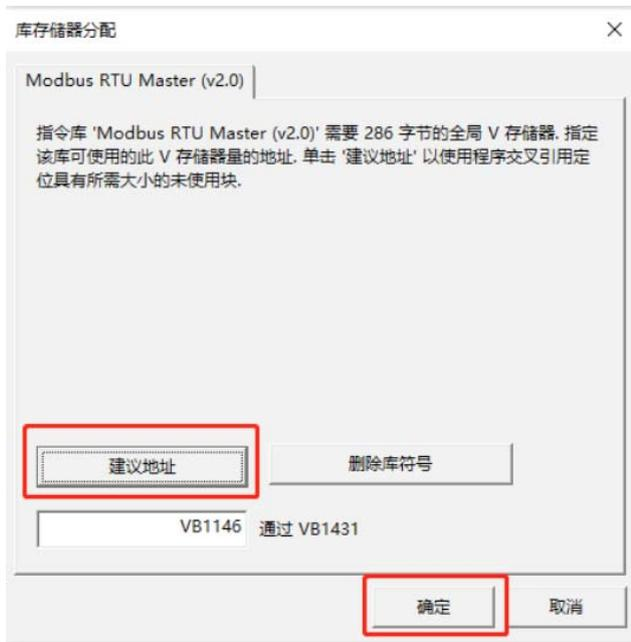

图7 库存储器分配
4. Modbus RTU Master (V2.0) 指令库需要 286 字节的全局 V 存储器, 所以需要指定该库可使用的 V 存储器量的地址。点击并右键界面左侧的“程序块”->“库存储器...”, 会弹出如图 7 所示界面。在弹出的界面选择“建议地址”, 再点击“确定”即可。建议地址不能与参数“DatePtr”指向的地址有重合。